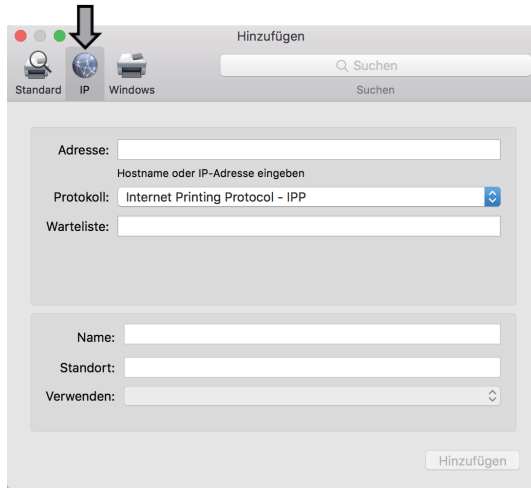

Fig.8
Halten Sie die FEED-Taste gedrückt, während Sie den Drucker einschalten. Lassen Sie die Taste nach einem einzelnen Signalton los. Der Drucker druckt automatisch eine Selbsttestseite (siehe Abbildung 8).
③ Öffnen Sie die Systemeinstellungen und navigieren Sie zur Oberfläche „Drucker hinzufügen“. Klicken Sie anschließend auf die Registerkarte „IP“, um fortzufahren (siehe Abbildung 8).